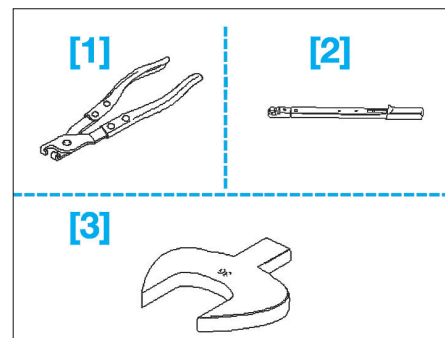

Fig. 13
- [1]. Pince (réf. VW. 1275) (Fig.13).